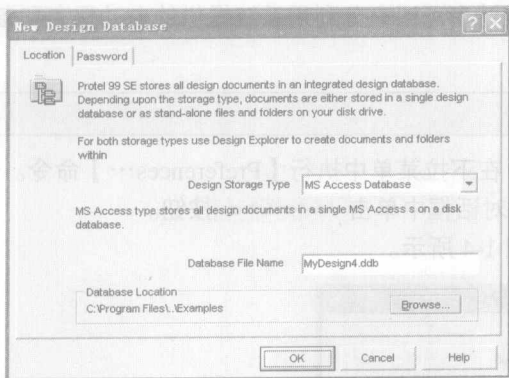
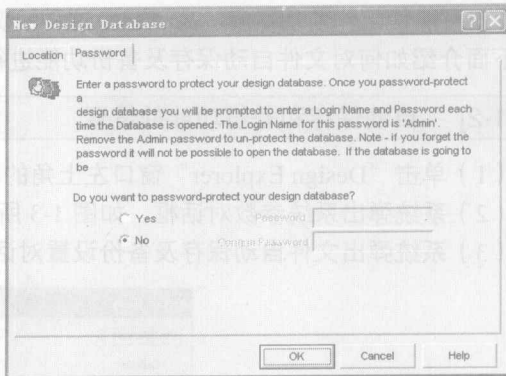

图 1-5 新设计数据库对话框
图 1-6 设计数据库设置访问密码
- (1) 执行菜单【File】→【New】命令,弹出新设计数据库对话框,如图 1-5 所示。
- (2) 如图 1-5 所示,在右侧的下拉列表中选择“MS Access Database”,确认新建设计中的文件管理模式为数据库模式。
(3) 在“Database Location”选项组中单击 **Browse...** 按钮，为设计选择保存路径。
(4) 如果有必要，可以单击图 1-5 所示的 Password 选项卡，在弹出的如图 1-6 所示的对话框中为设计数据库设置访问密码，系统默认的用户名为“Admin”。